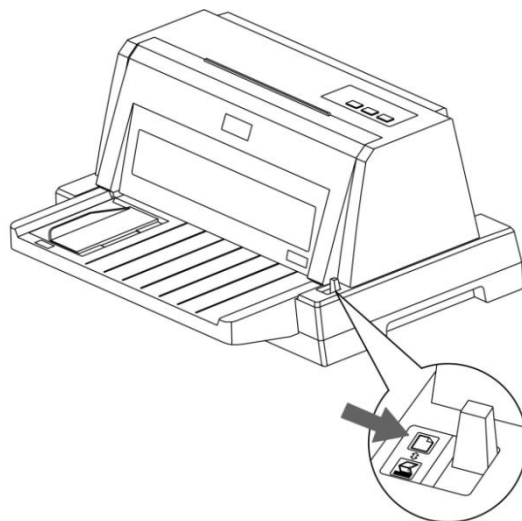

图1
- 1) 关闭打印机电源，检查送纸调杆的位置，如图 1 所示，将送纸调杆调节到后侧，并确认在平推纸图标的位置。